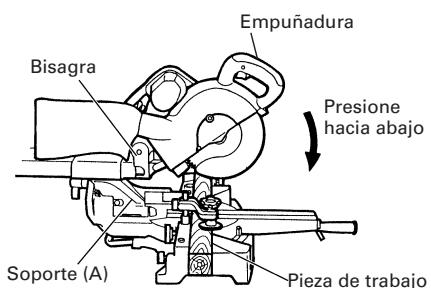

Fig. 28
Deslice la bisagra hacia abajo hasta el soporte (A), y despues apriete la perilla de inmovilización de deslizamiento (véase la Fig. 2) como se indica en la Fig. 28.